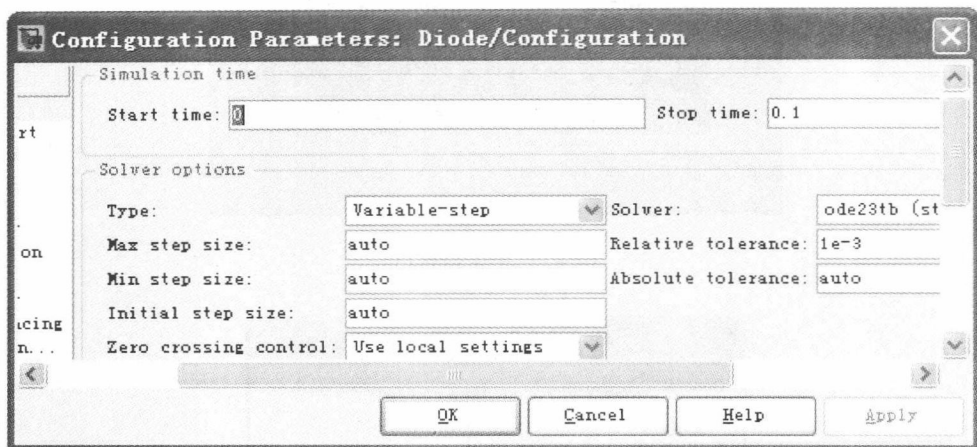

图 1-8 仿真参数设置
3. 仿真参数设置：仿真开始前必须设置仿真参数。在菜单中选择 Simulation，在下拉菜单中选择 Configuration Parameters，弹出的对话框如图 1-8 所示，我们主要设置的参数为开始时间、终止时间和仿真使用的算法。开始时间设置为“0”，终止时间设置为“0.1”，算法设置为“ode23tb”。